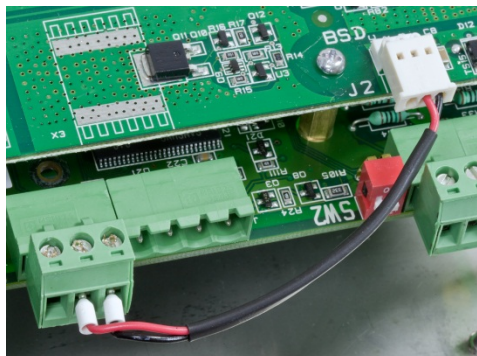

Figura 3-31: IND560x-PAB (J2) to IND560x (J1) Connection
9. È richiesto un ulteriore collegamento tra J2 dell'IND560x-PAB e J1 della scheda madre dell'IND560x. Un connettore è incluso nel kit d'installazione dell'IND560x-PAB. Installare tale connettore in conformità con il codice colore dei fili elencati nella Tabella 3-9 e come mostrato nella Figura 3-31.